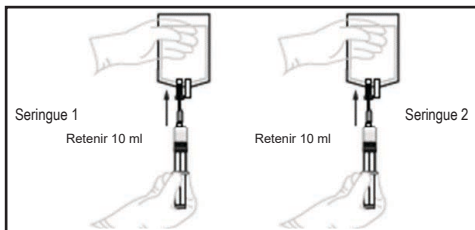

Figure 14.
4.2 Fixer une aiguille à filtre stérile à l'une des seringues de chargement. Avec l'aiguille à filtre orientée vers le haut, expulser le surnageant en laissant environ 10 ml dans la seringue. Répéter cette étape avec l'autre seringue de chargement (figure 14).